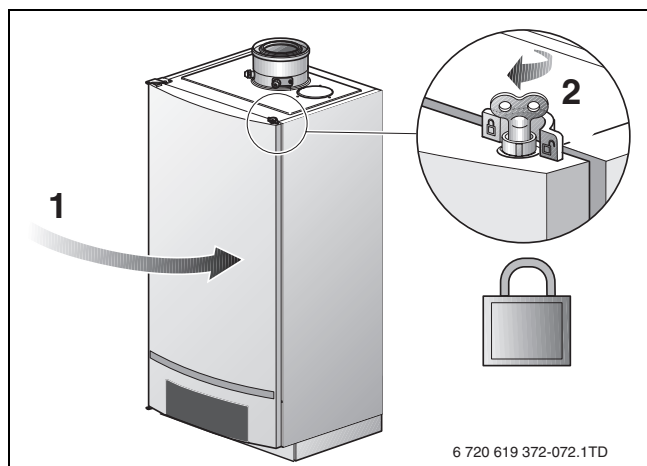

Fig. 78 Chiudere il portello della caldaia
► Chiudere il portello della caldaia (→ fig. 78) e bloccarlo con la chiave di sfiato, effettuando $\frac{1}{4}$ di giro verso destra.
- Chiudere il rubinetto del gas (→ fig. 78, [1], pagina 59).